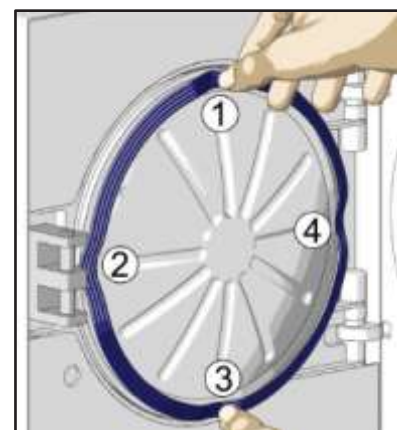

figura 24
3. Pulire l'oblò e montare la nuova guarnizione facendo attenzione a posizionarla prima nei quattro punti cardinali e poi procedere premendola con cura nel proprio alloggiamento (figura 24).